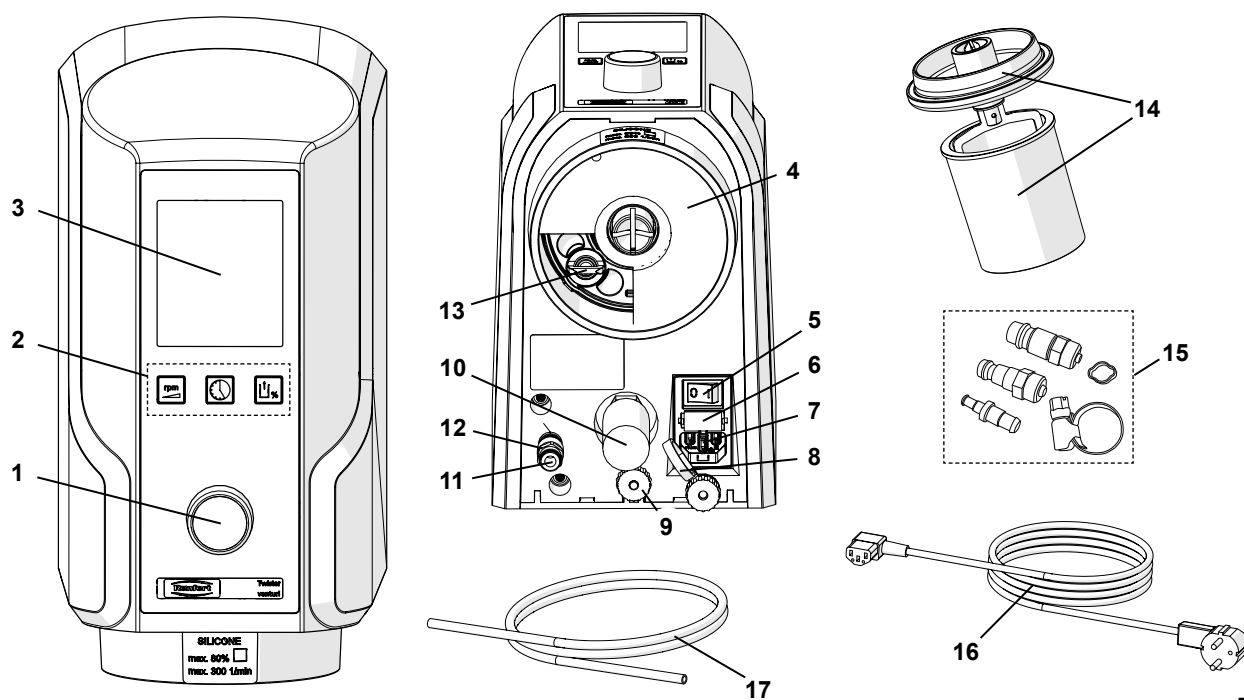

Fig. 1
- ⇒ Sæt trykluftslangen (17) i slange-tilslutningen på tryklufttilslutningen (11) indtil anslag. I den forbindelse skal man kunne mærke en let modstand.
- ⇒ Vælg den passende slangekobling i det vedlagte sæt (15, fig. 1) til tilslutningen til trykluftnettet, og sæt den på slangenden.